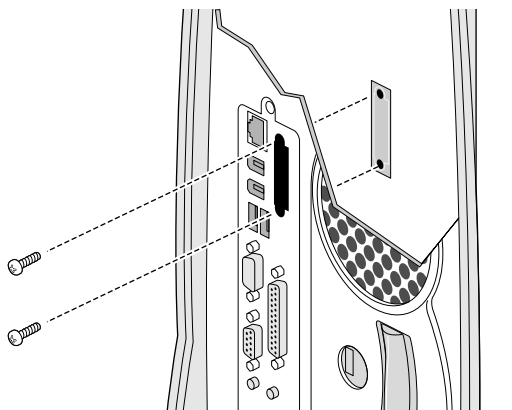

图 5-5 拆除显示器任选槽盖板
4. 取下系统背面显示器选件槽上的盖板，如图 5-5 所示。